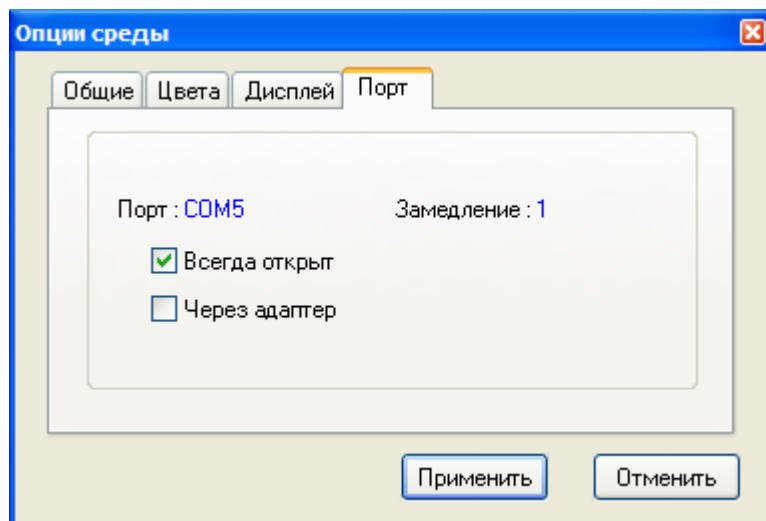

Рис. 4.1
7. Настроить программу Algorithm Builder для работы с данным COM портом ОПЦИИ-ОПЦИИ СРЕДЫ-ПОРТ рис. 4.1.